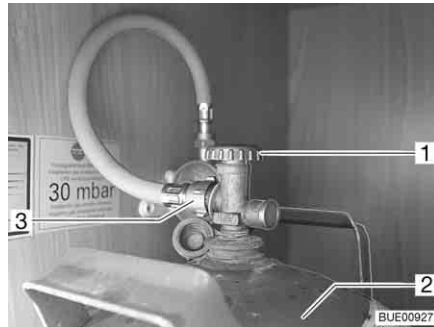

Bild 113 Gasbox
- Stäng huvudavstängningsventilen (Bild 113,1) på gasflaskan (Bild 113,2). Beakta pilriktningen.
- Skruva loss gasslangen (Bild 113,3) från gasflaskan.